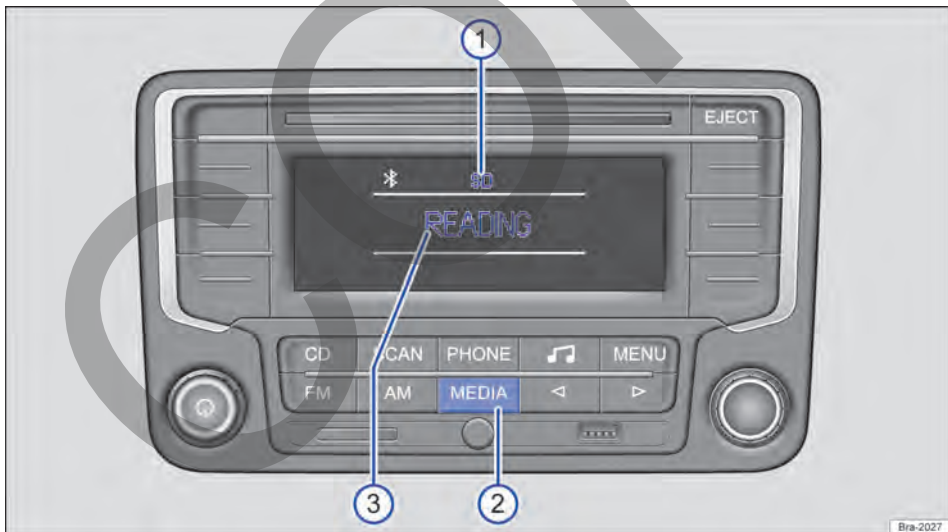
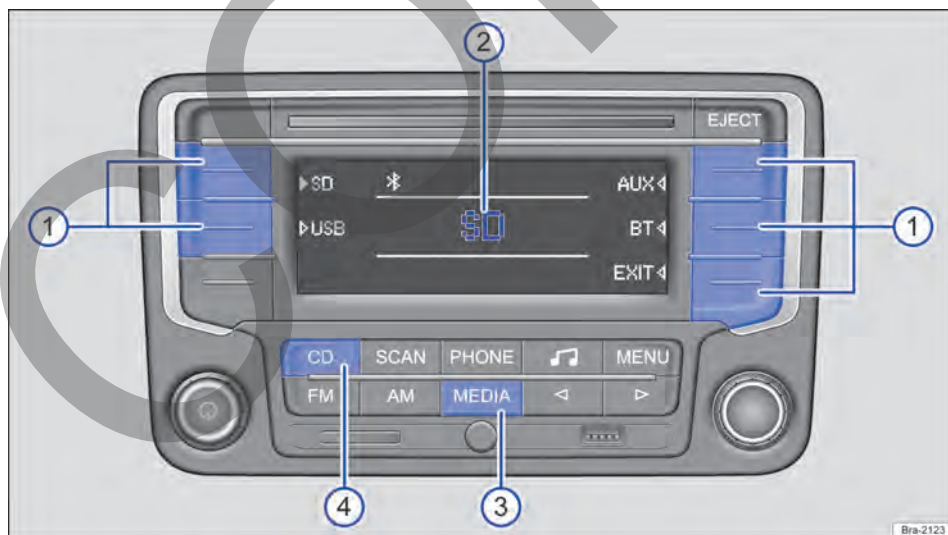

Fig. 156 Ejemplo de visualización en el modo Media: la radio lee archivos desde una tarjeta SD.
Fig. 157 Ejemplo de visualización en el modo Media: continua la reproducción de la última fuente de medios, están disponibles otras fuentes de medios. ▶
En el modo Media se pueden seleccionar y controlar diferentes fuentes de medios. Para cambiar al modo de medios, pulse brevemente la tecla del equipo **MEDIA** → fig. 156 ②.
Si la última fuente de medios sintonizada todavía está conectada, la reproducción de esa fuente continuará automáticamente y, al cambiar al modo de medios, aparecerá brevemente en el centro del display → fig. 157 ②. ▶
En el modo de medios de reproducción, la fuente de medios seleccionada siempre aparecerá en la parte superior central del display → fig. 156 ①.
Todas las fuentes de medios disponibles → pág. 175, *Seleccionar las fuentes de medios* se muestran en el lateral del display → fig. 157. En algunas situaciones de reproducción, por ejemplo, mientras la radio lee una fuente de medios, no están disponibles otras fuentes de medios → fig. 156.
En el centro del display se muestra el estado actual de la fuente de medios, por ejemplo, **READING**, cuando la radio lee una fuente de medios → fig. 156 ③, información sobre la pista → pág. 178 o mensajes de error:
Inicie el modo Media → pág. 174, *Menú principal MEDIA*. Si la última fuente de medios sintonizada todavía está conectada, la reproducción de esa fuente continuará automáticamente y, al cambiar al modo de medios, aparecerá brevemente en el centro del display → fig. 157 ②.
En los laterales del display se muestran todas las fuentes de medios disponibles → fig. 157. Seleccione la fuente de medios deseada de la siguiente manera:
- Pulse brevemente la tecla de función programada con la fuente de medios deseada → fig. 157 ①.
- **O:** presionar la tecla del equipo **[MEDIA]** tantas veces como sea necesario hasta que aparezca la fuente de medios (excepto CD) → fig. 157 ③.
- **O:** presionar la tecla del equipo **[CD]** para reproducir un CD del lector interno de CD → fig. 157 ④.